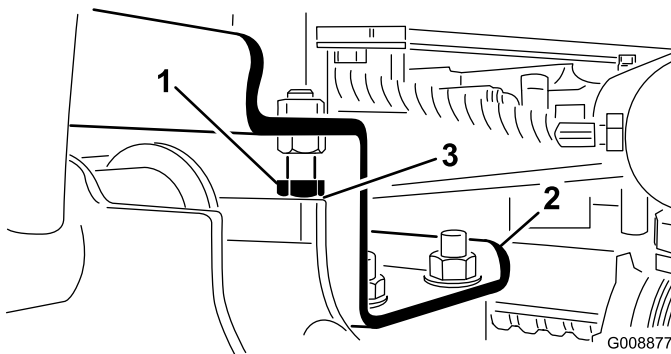

Figura 7
- A. Afloje los pernos de tope (Figura 7).
2. Compruebe que la holgura entre cada brazo de elevación y el perno de tope sea de 0,13 a 1,02 mm (de 0,005 a 0,040 pulgada), como se muestra en Figura 7. Si la holgura no está en este intervalo, ajuste los pernos de tope para obtener la holgura necesaria.